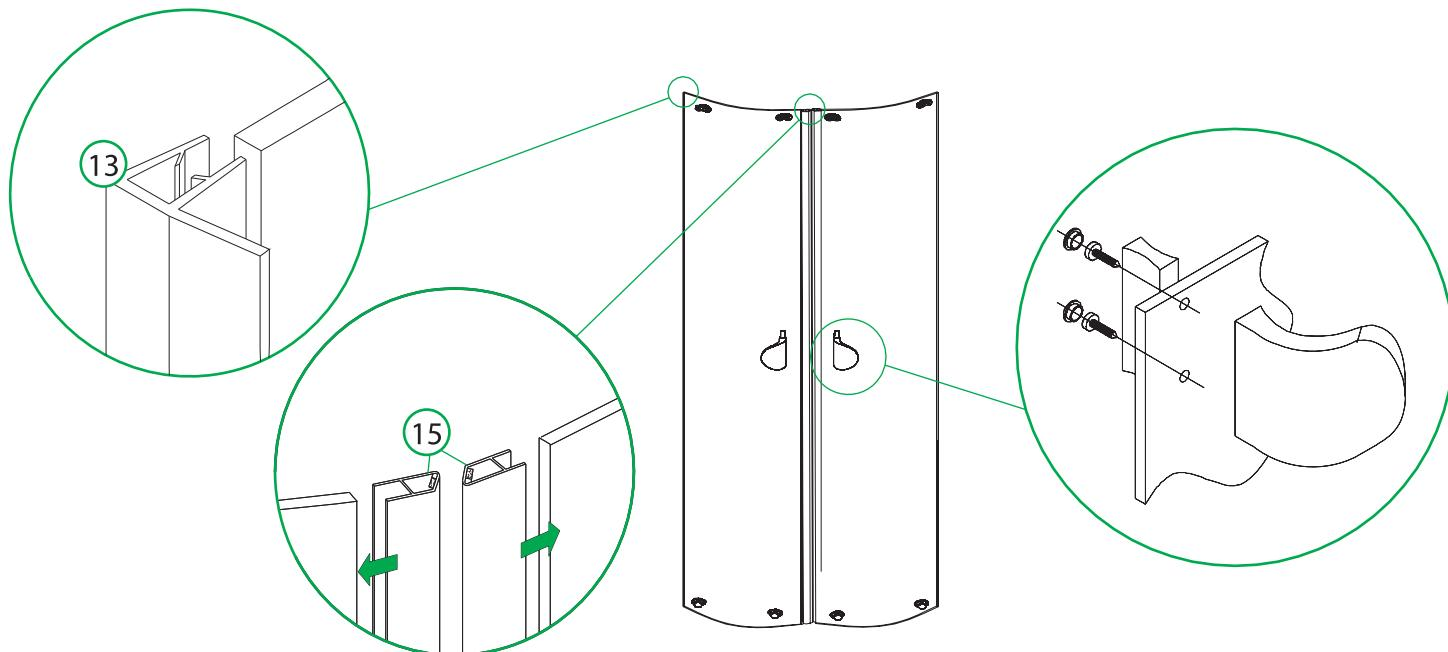

Рис. 16 / 16-сур.
12. Установите ПВХ- и магнитные уплотнители и ручки на дверях кабины (рис. 16).